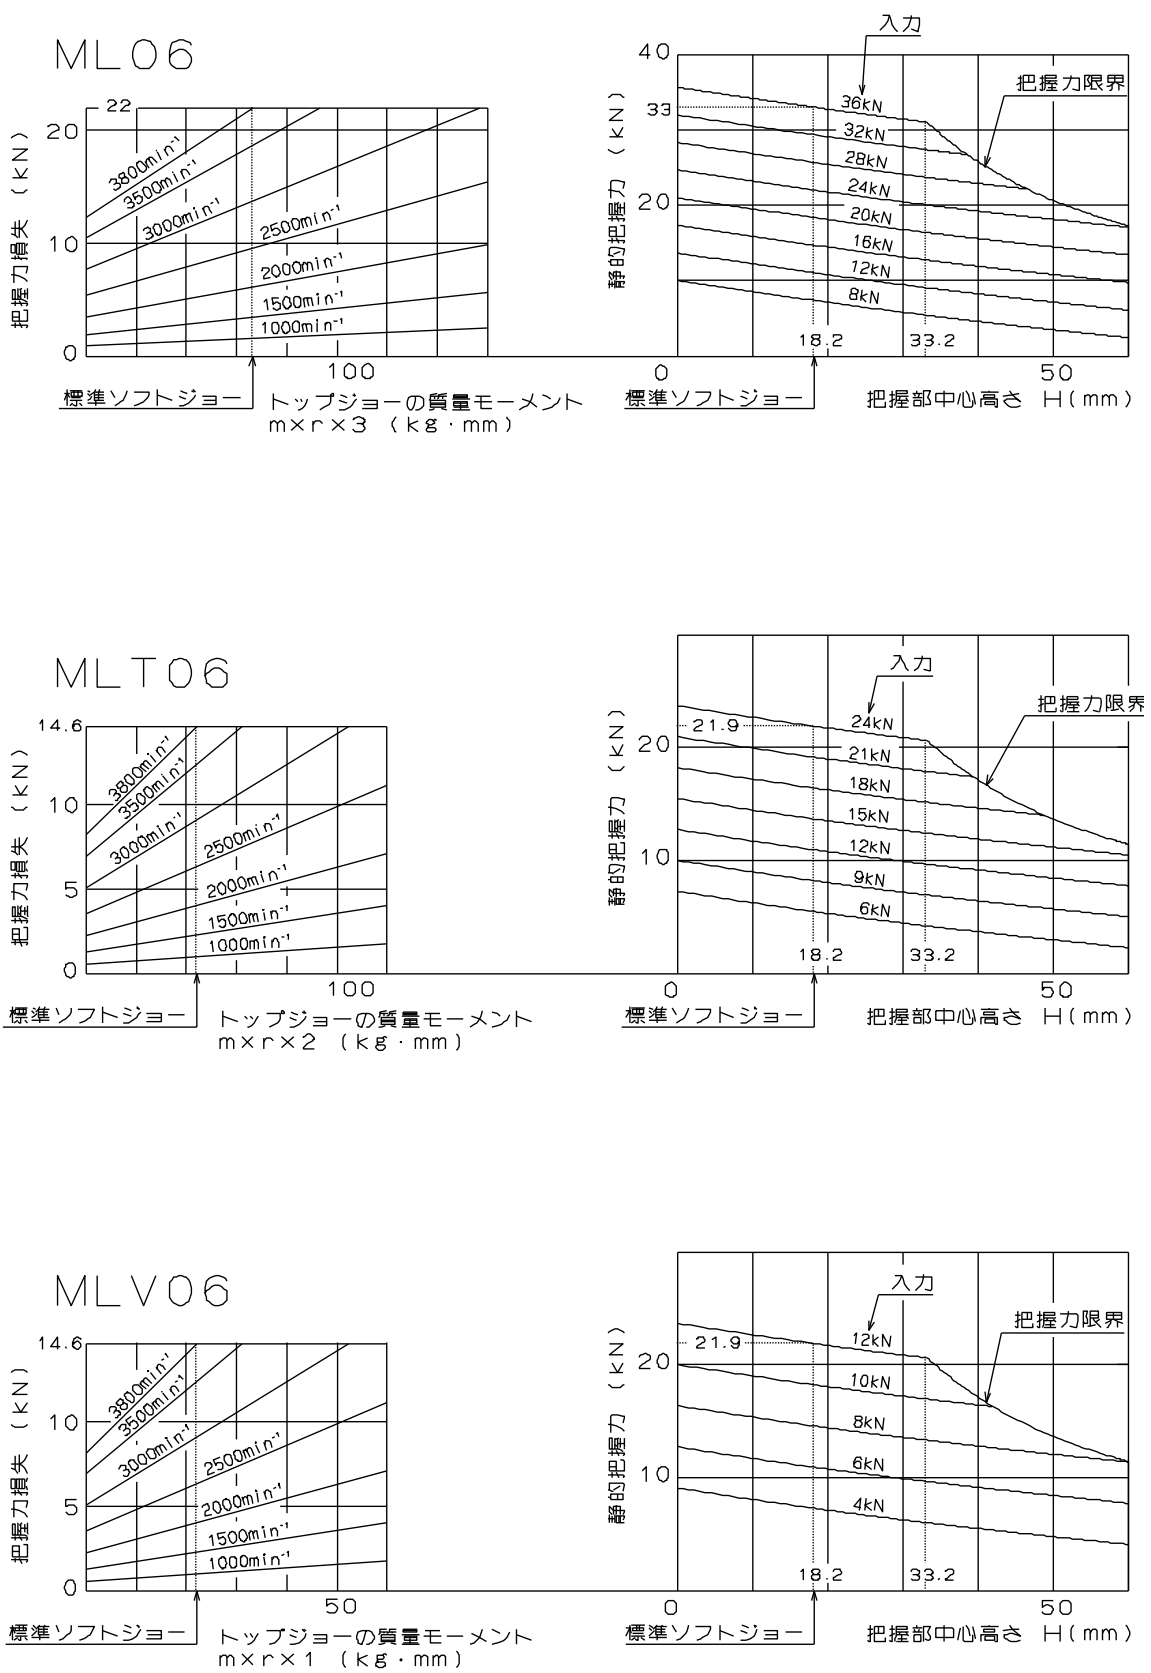

図 8-1
- トップジョーの高さは把握力制限表の範囲内とすること。(図 8-1,8-2 参照)